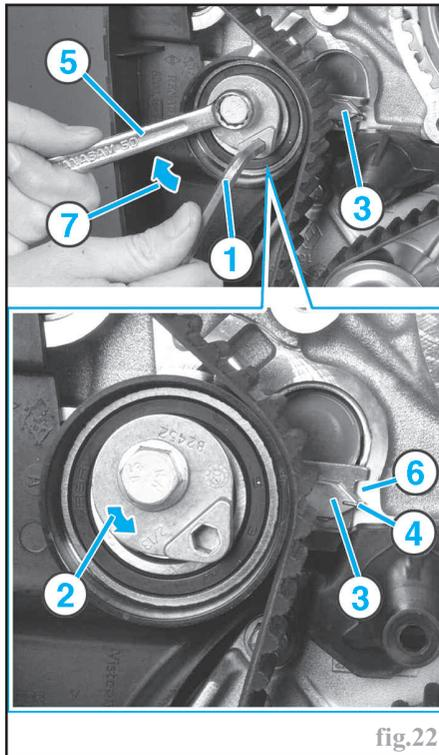

fig.22
- À l'aide d'une clé 6 pans mâles de 6 mm (1), tourner le galet tendeur dans le sens antihoraire (2) jusqu'à amener son index mobile (3) en face de l'encoche de l'index fixe (4) (fig.22).
- Desserrer d'un tour maxi. la vis de fixation du galet tendeur (5) tout en le maintenant à l'aide de la clé 6 pans mâles (1) puis tendre la courroie en ramenant progressivement l'index mobile (3) du galet tendeur au centre de l'encoche de l'index fixe (6), en tournant son excentrique dans le sens horaire (fig.22).